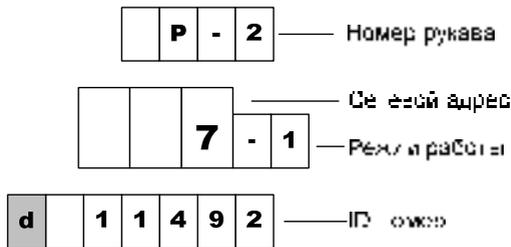

Рисунок 3
9.7 Есть возможность высветить номер каждого рукава, его сетевой адрес, режим работы и ID-номер (рис. 3).